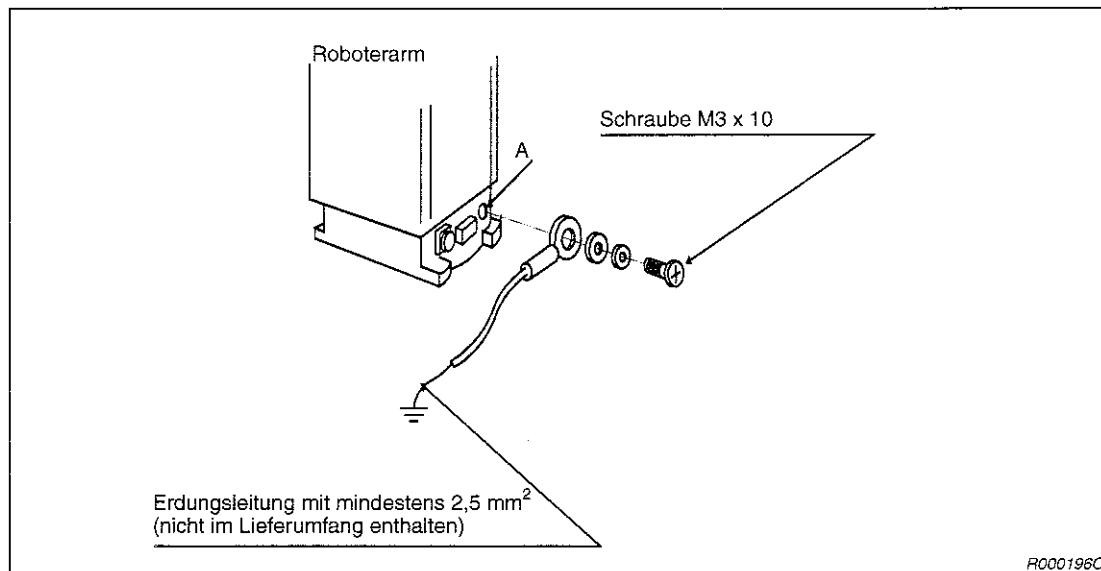

Abb. 2-9: Erdung des Roboterarms
- Für die Erdung verfügt der Roboterarm über eine M3-Gewindebohrung (Ansicht A in Abb. 2-9) am Sockel.
In Abbildung 2-9 wird die Erdung des Roboterarms gezeigt.